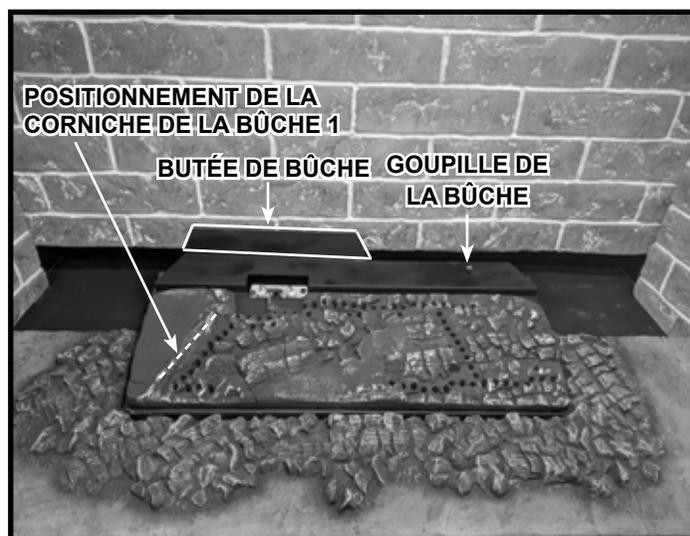

Figure 2 Caractéristiques de l'emplacement de la bûche
**REMARQUE :** Afin de simplifier le processus, identifiez formellement chacune des bûches avant de commencer l'installation. Voir la figure 1.A (BÛCHES-6K, BÛCHES-6KX) et la figure 1.B (BÛCHES-8K, BÛCHES-8KX), la figure 1.C (BÛCHES-6-BIR) et la figure 1.D (BÛCHES-8-BIR). Les bûches individuelles du jeu de bûches traditionnel et du jeu de bûches en bouleau se placent de la même manière. Les bûches traditionnelles sont représentées dans les figures. Les principales caractéristiques de l'emplacement de la bûche sont présentées dans la figure 2.
**Bûche n° 1 :** Placez la bûche n° 1 le long de la corniche de positionnement des bûches référencée dans la figure 2. Faites glisser la bûche n° 1 vers l'arrière jusqu'à ce qu'elle entre en contact avec la butée contrôlée.
**Bûche n° 2 :** positionnez l'extrémité droite de la bûche n° 2 contre la broche de la bûche comme indiqué sur la figure 4.A. Se référer à la figure 2 pour l'emplacement de la broche de la bûche. Placez la partie inférieure de la bûche sur le support à bûches et placez-la juste derrière le coude de retour du support à bûches. La face arrière de la bûche touchera le réfractaire arrière, si un réfractaire est installé. Placez l'extrémité gauche de la bûche sur la zone plate de la bûche n° 1, comme illustré à la figure 3.A.